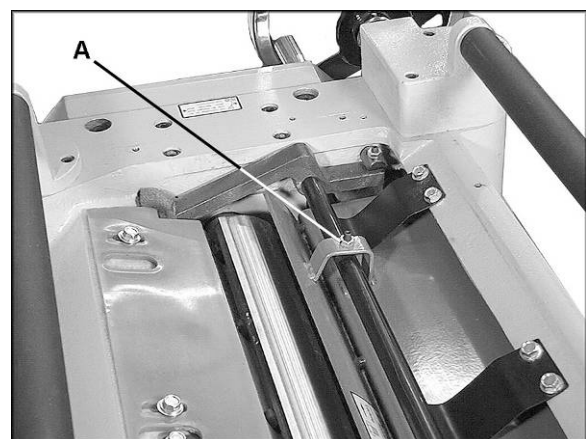

Рис. 28
2. Ослабьте стопорные гайки (A, Рис. 28) с обеих сторон стружколомателя и поверните установочные винты, чтобы поднять или опустить стружколоматель. Вращайте установочные винты одинаковое количество раз.
3. Когда стружколоматель коснется измерительного блока, затяните стопорные гайки (A, Рис. 28).